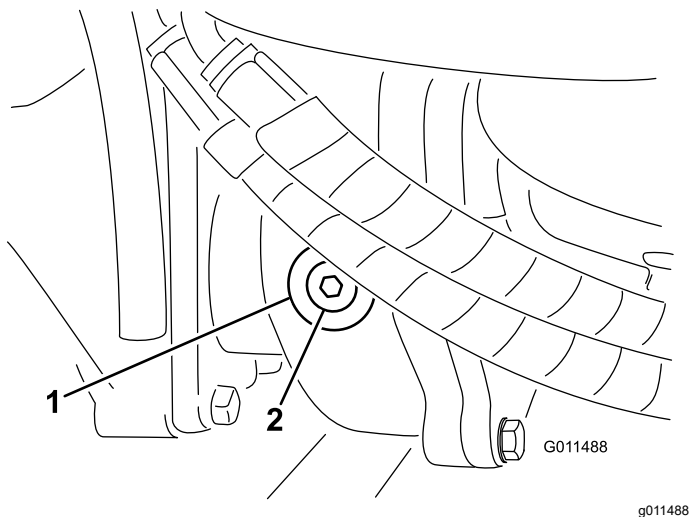

図 74
- ギアボックスの左側から点検・補給用プラグ 図 74 を抜き、穴の高さまで潤滑油があることを確認する。油量が足りなければ穴の下部まで補給する。